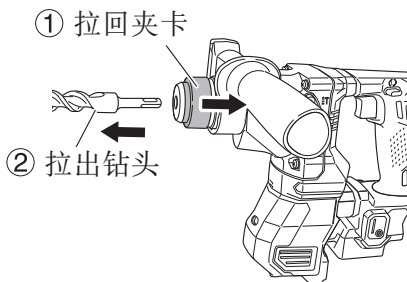

图 10
- (3) 拉动钻头，确保完全锁定。
- (4) 拆下钻头时，首先请按箭头所示方向将夹卡完全拉出，然后将钻头从夹卡上拉下（图 10）。